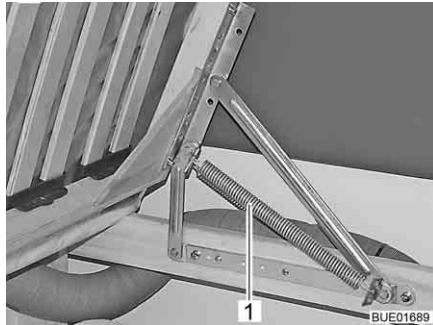

Bild 76 Fast säng
- Lyft ribbotten. Fjädrarna (Bild 76,1) håller kvar ribbotten i öppet läge.